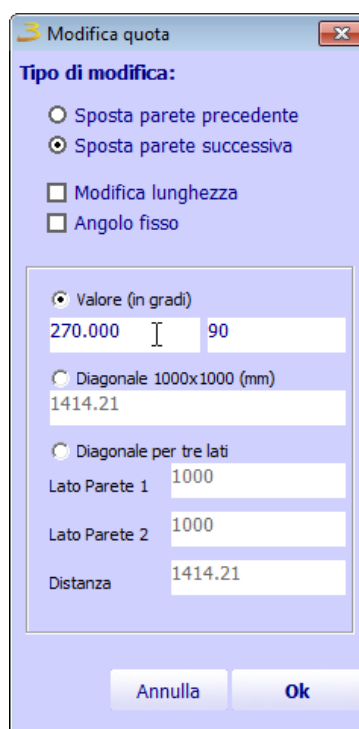

Figura 3.25: Imposta angolo.
- ◆ Imposta Angolo: consente di impostare un angolo, figura 3.25;